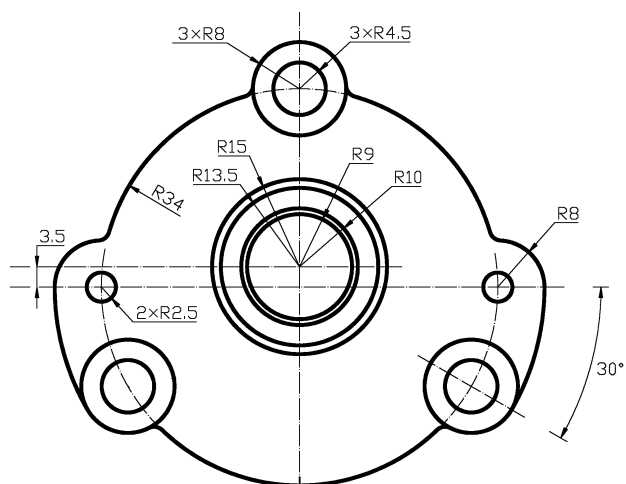

图 3-83 泵盖示意图
4) 利用本章所学的直线、圆、圆弧等绘图命令和镜像、复制等编辑命令，绘制一个如图 3-83 所示的泵盖示意图并保存至指定位置。